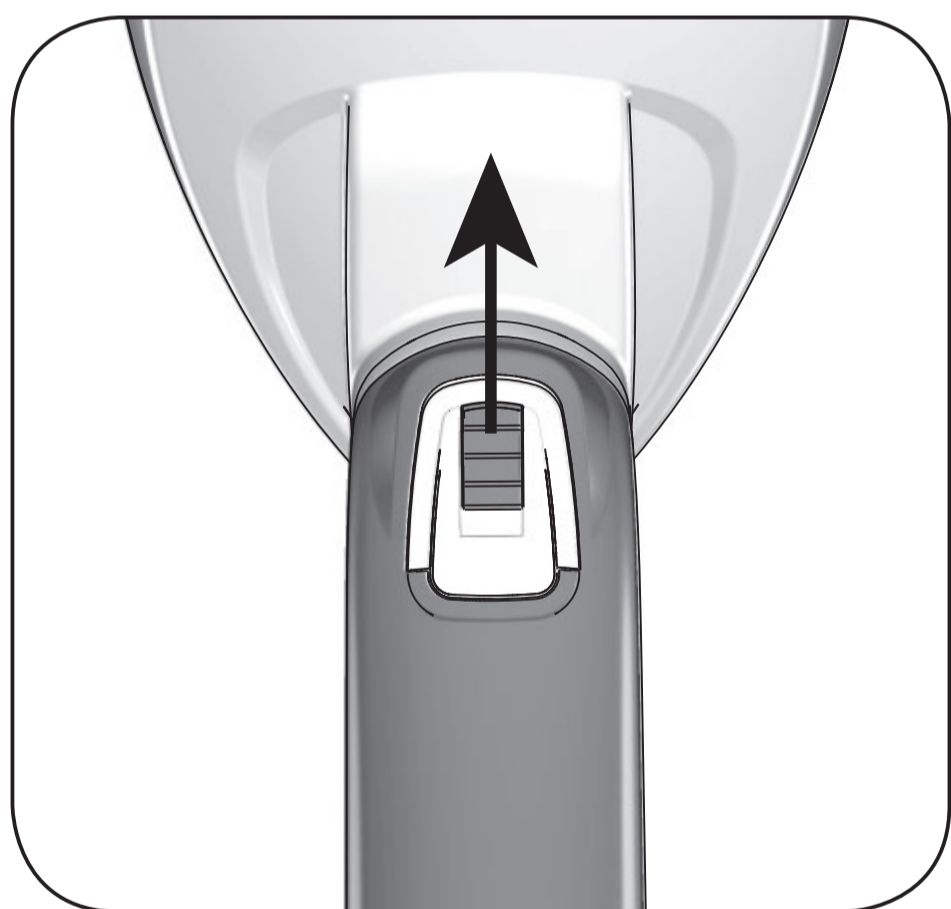
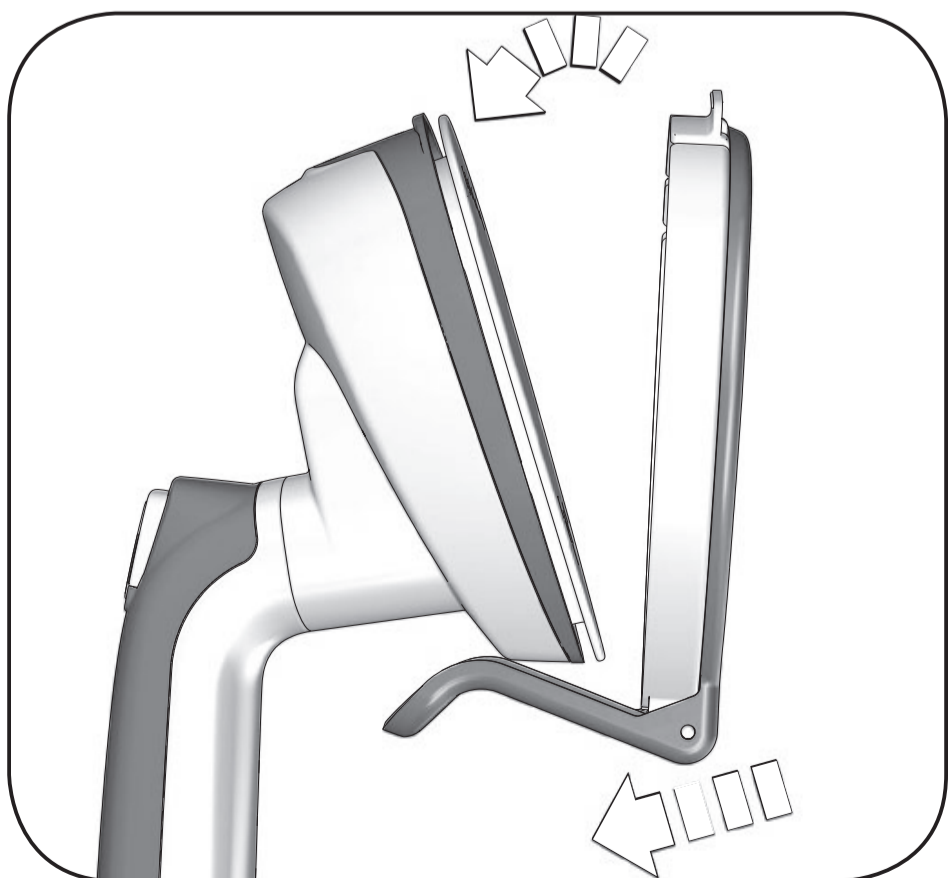

Fig. 13
Fig. 16
2. Tirer sur le vêtement avec la main libre. Poser l'appareil sur les plis du vêtement. Appuyer sur le bouton vapeur (F) puis le relâcher. Déplacer l'appareil de droite à gauche. Déplacer l'appareil du haut vers le bas. Appuyer plusieurs fois de suite sur le bouton vapeur (F).
3. Pour émettre un jet de vapeur continu et constant, déplacer vers le haut le curseur de blocage pour la vapeur continue (Fig. 13).
2. Monter l'accessoire pour les plis. Lorsque l'engagement est correct, un "clic" se produit (Fig. 16).
3. Positionner le vêtement sur un cintre. Tirer sur le vêtement avec la main libre. Appuyer sur le levier de l'accessoire. Introduire le vêtement dans la fente. Appuyer sur le bouton vapeur (F) puis le relâcher. Déplacez l'appareil du haut vers le bas jusqu'à enlever le pli. Appuyer plusieurs fois de suite sur le bouton vapeur (F).
4. Pour émettre un jet de vapeur continu et constant, déplacer vers le haut le curseur de blocage pour la vapeur continue (Fig. 13).